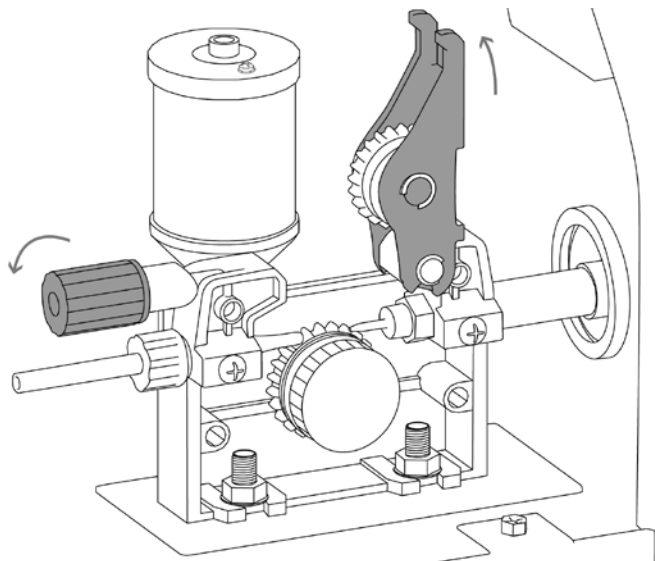
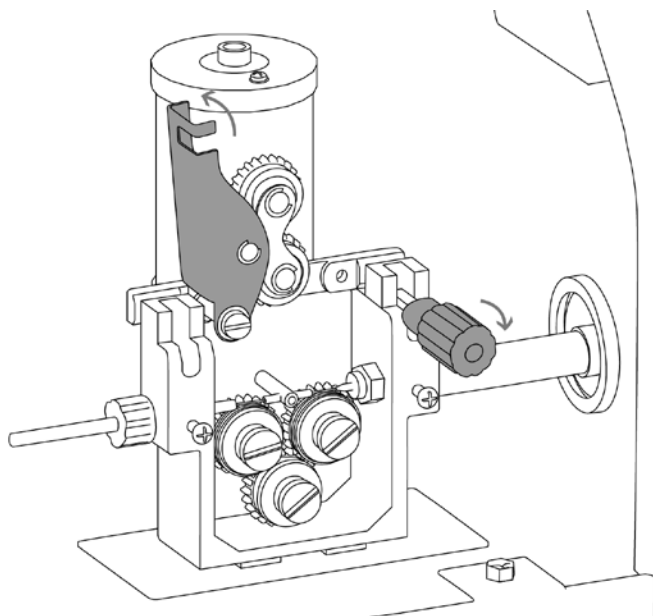

Рис. 8.6. Открытие механизма подачи проволоки TECH MIG 250 (N257).
Рис. 8.8. Открытие механизма подачи проволоки TECH MIG 350 (N258).
1. Откройте механизм подачи проволоки. Потяните на себя механизм прижима, потяните вверх прижимной ролик (См. рис. 8.6 для TECH MIG 250 (N257) и рис. 8.8 для TECH MIG 350 (N258)).